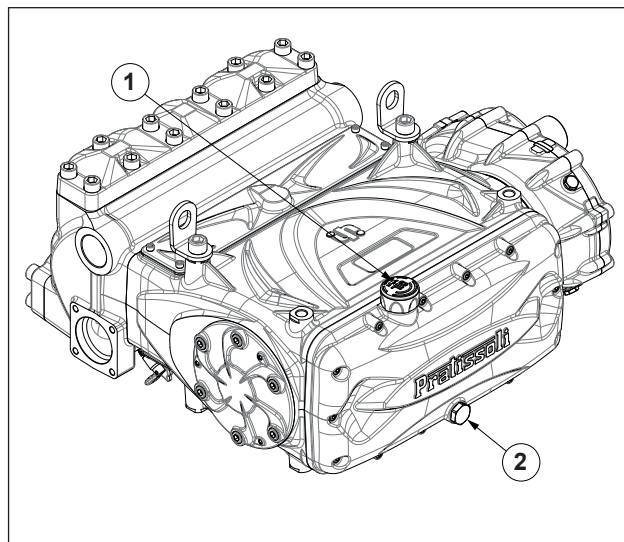

图 3
检查油位，如有需要，可通过油位杆（①，图 3）恢复正常油位。
油位的正确检查应在泵处于室温下进行，换油必须在泵处于工作温度下进行，方法是拆除加油盖（②，图 3）后进行。